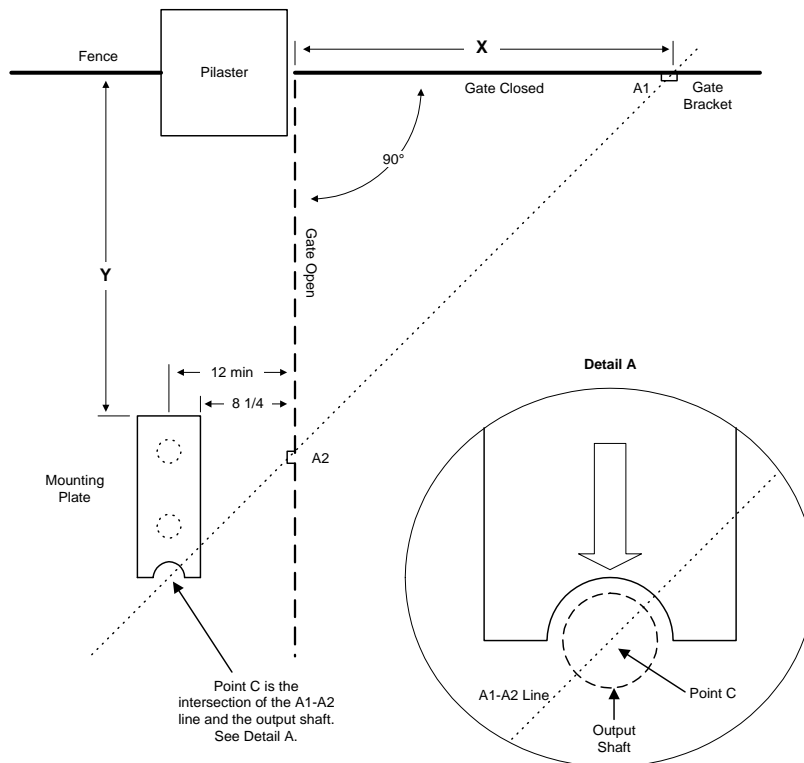

Figura 2
2. Con la tabla 1 y Figura 2 determínese dónde el **PUNTO C** en el asamblea del soporte de montaje / de la pipa necesita ser localizado. La localización de este asamblea y de la medida de Y es dependiente en la medida de X que usted